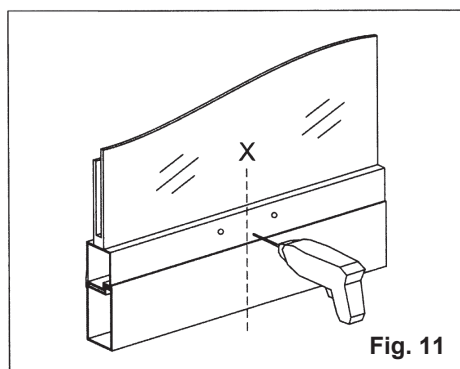

Fig. 11
- 5) **Fig. 11/12-** Con un taladro adecuado realizar en la puerta dos agujeros de Ø 3,7 mm y fijar con los tornillos adecuados el enchufe rápido;